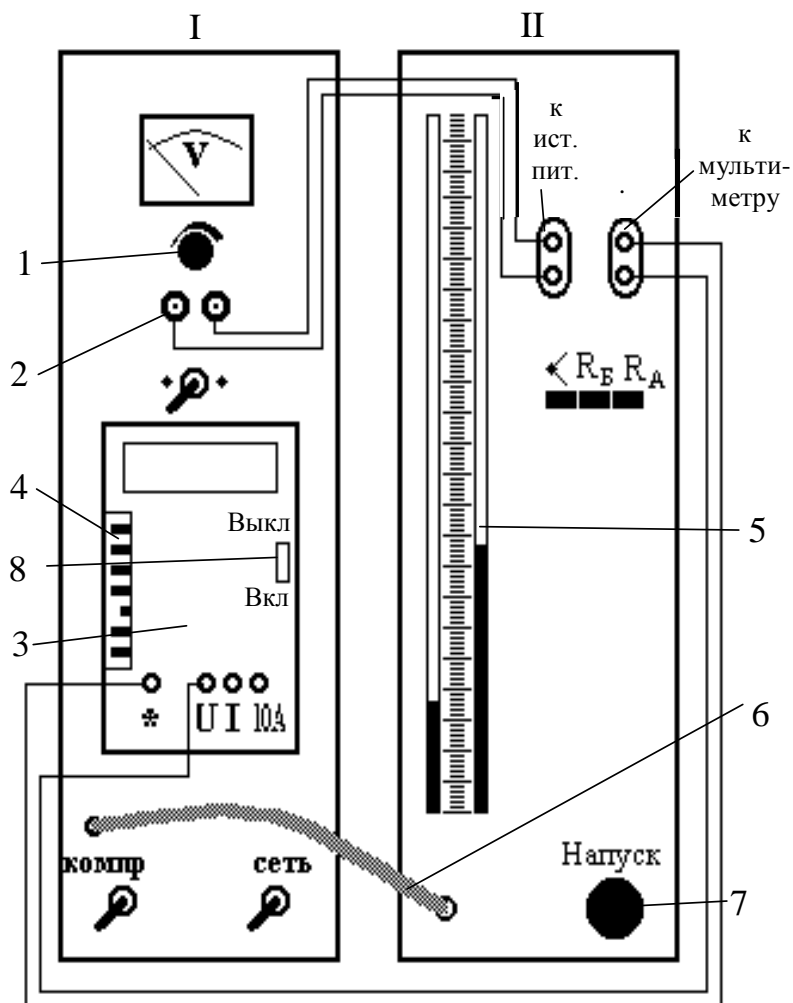

Рис. 3.1. Лабораторный комплекс:
Установка для определения удельной теплоемкости воздуха при постоянном давлении изображена на рис. 3.1.
**3.3.4.** Установите постоянный перепад давлений  $\Delta p$ , вращая винт 7 (рис. 3.1) клапана «Напуск» ( $\Delta h = 30 \div 60$  мм). Произведите отсчет разности уровней жидкости  $\Delta h$  в U-образном манометре и определите перепад давлений  $\Delta p$  на концах капилляра по формуле  $\Delta p = \rho_{\text{ж}} g \Delta h$ , где  $\rho_{\text{ж}} = 10^3 \text{ кг/м}^3$  – плотность воды,  $\Delta h$  – разность уровней жидкости в коленах манометра, м. Результаты измерений занесите в табл. 3.2.